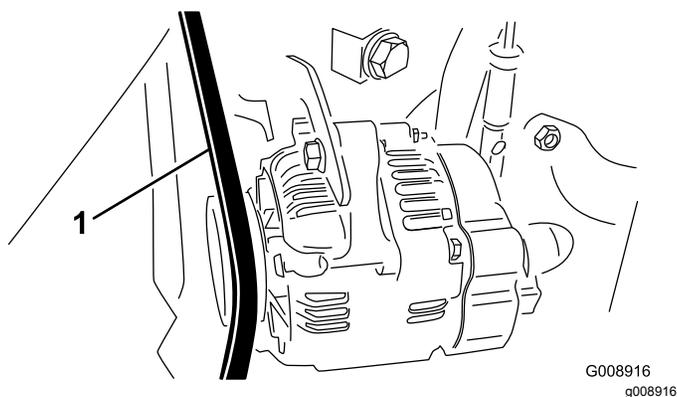

Figura 70
2. Verifique a pressão calcando a correia do alternador/ventoinha entre as polias do alternador e do cárter, utilizando uma força de 30 N·m (Figura 70).